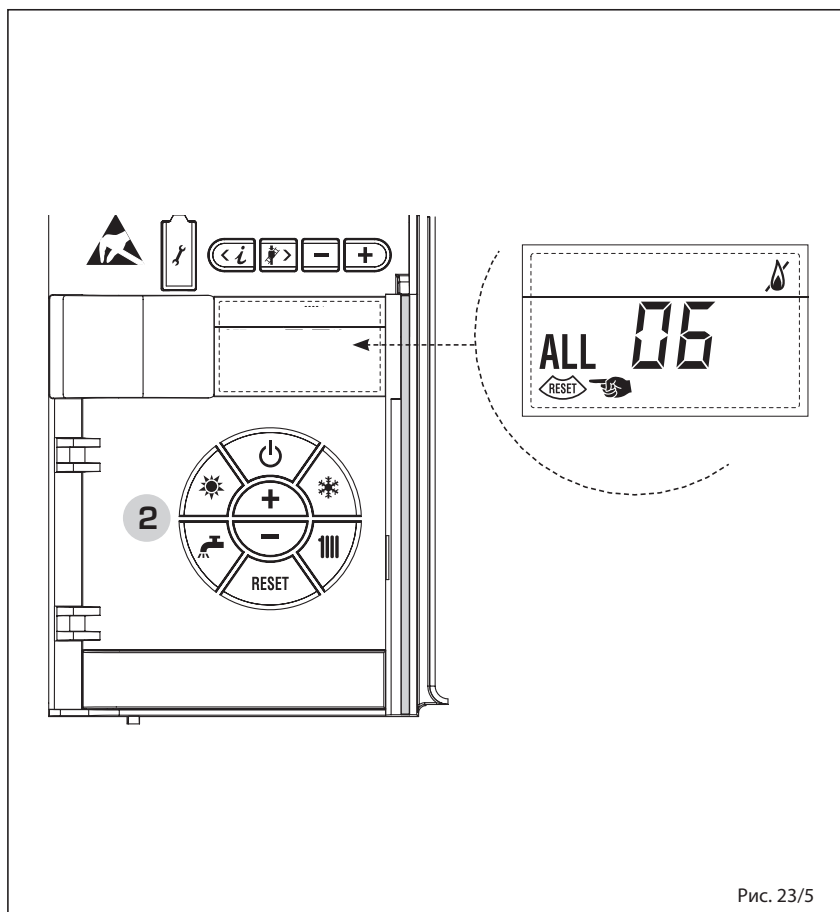

Рис. 23/5
– **СБОЙ ТЕРМОРЕГУЛЯТОРА БЕЗОПАСНОСТИ/ОГРАНИЧЕНИЯ «ALL 07» (рис. 23/6)**